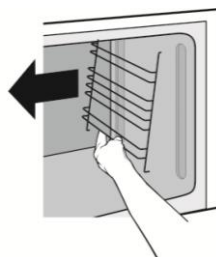
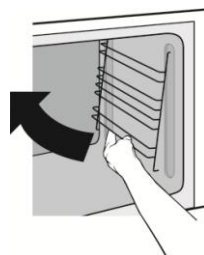

Bild 1
Bild 2
1. Ta bort stegarna. Dra först ugnsstegen nedtill åt sidan (bild 1) och haka av den upp till (bild 2).